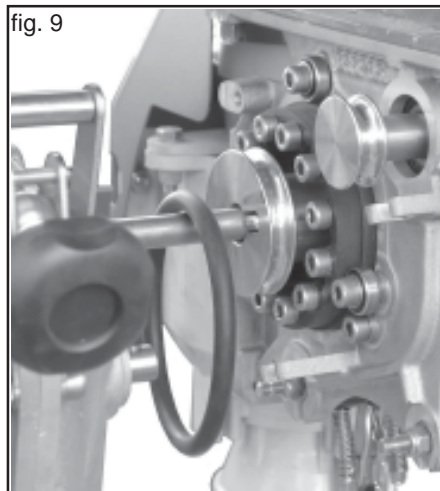

fig. 9
- Lasciare la cinghia sull'albero di trasmissione (Fig. 9).